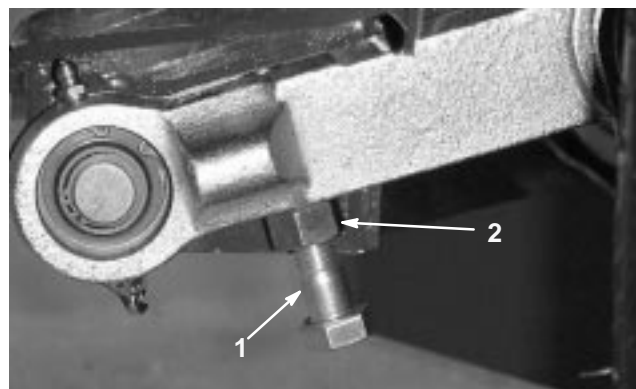

Figure 21
3. Pour ajuster la distance, localisez le boulon sur la bielle de pivot arrière du plateau de coupe (Fig. 21). Desserrez l'écrou de blocage sur le boulon de réglage. Desserrez ou serrez les boulons de réglage de façon à obtenir un écartement de  $13 \pm 3$  mm, puis serrez l'écrou de blocage.